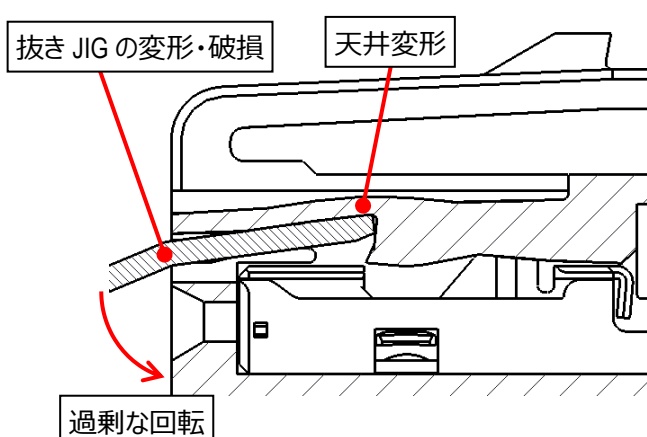
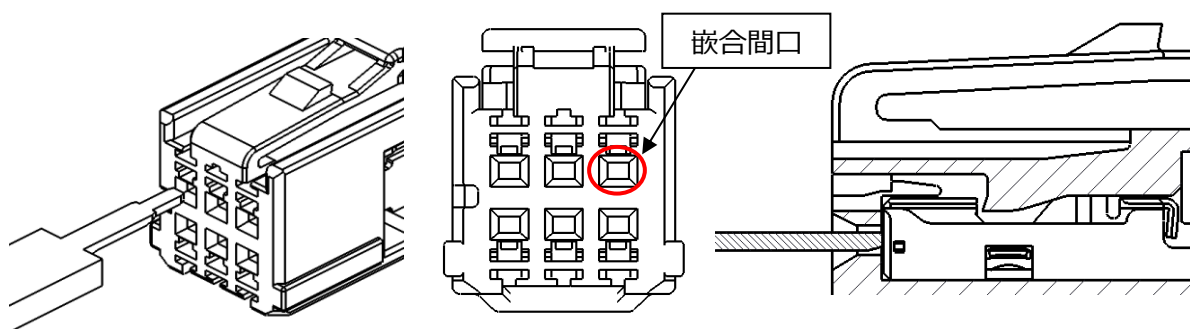

図 43. 天井変形、抜き JIG の変形・破損
図 44 抜き JIG 誤挿入
- ②ランスが天井に当たった後に抜き JIG を過剰に回転させると抜き JIG を外した後も天井が変形したままになることや、抜き JIG の変形・破損の恐れがあるので、取り扱いには十分注意して下さい。(図 43 参照)
- ③端子・ハウジングに破損・変形が発生した場合は再使用せず、新品と交換して使用して下さい。
- ④端子抜き JIG は正規なものを使用し、指定 JIG 以外は使用しないで下さい。
- ⑤端子抜き JIG は嵌合間口に挿入しないで下さい。(図 44 参照)